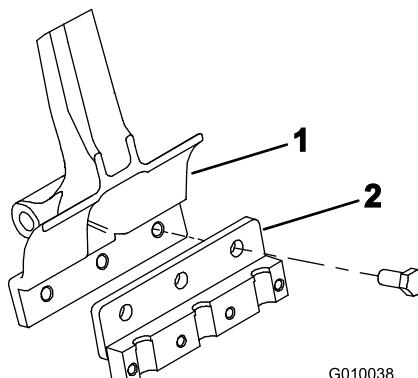

Figura 22
- Monte un portataladros en cada brazo de taladros con 3 pernos de 1/2 x 1-1/4 pulgada (Figura 22). Apriete las tuercas a 101,6 N·m.